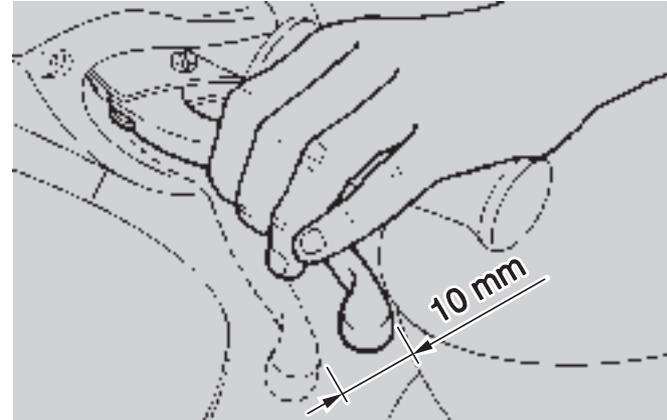

Abb. 17
- ◆ Messen Sie die Entfernung des Bremshebels, bevor die Bremse wirklich bremst. Das Bremshebelspiel am äußeren Ende des Hebels muß ungefähr 10 mm betragen (Abb. 17).